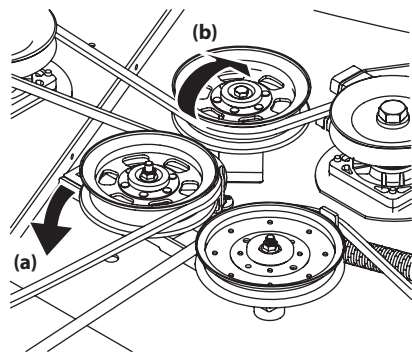

Figure 4-19
- b. Placez-vous à côté de l'appareil de façon à faire pivoter le support de la poulie de tension et la poulie de tension vers l'arrière jusqu'à ce que vous puissiez soulever la courroie en « V » (a) par-dessus la poulie de tension (b). Voir Figure 4-19.